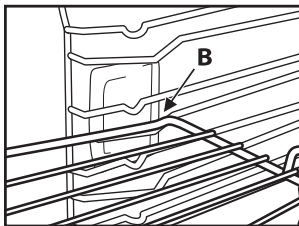

Fig. 2
2. Inclinez la grille à hauteur de la position de blocage « B » (fig. 2).